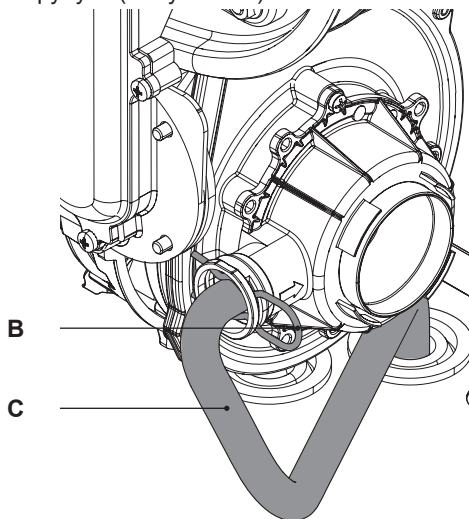

Рисунок 8.2
- Снимите вилку **B** и извлеките газовую трубу **C** (Рисунок 8.2).